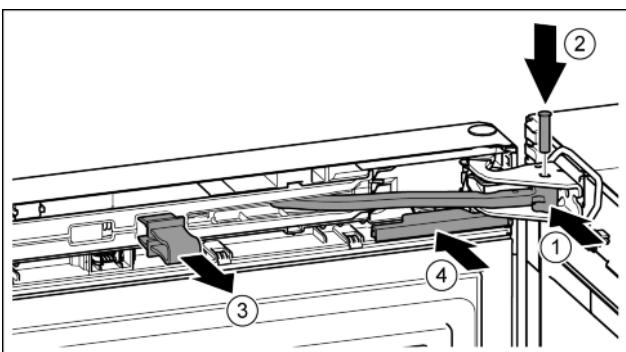

Fig. 25
- Повернуть шарнир в опорном кронштейне. Fig. 25 (1)
- Вставить палец в опорный кронштейн и шарнир. При этом следить за тем, чтобы выступ фиксатора занимал правильное положение в пазу. Fig. 25 (2)
- Снять предохранитель. Fig. 25 (3)
- Надвинуть крышку. Fig. 25 (4)